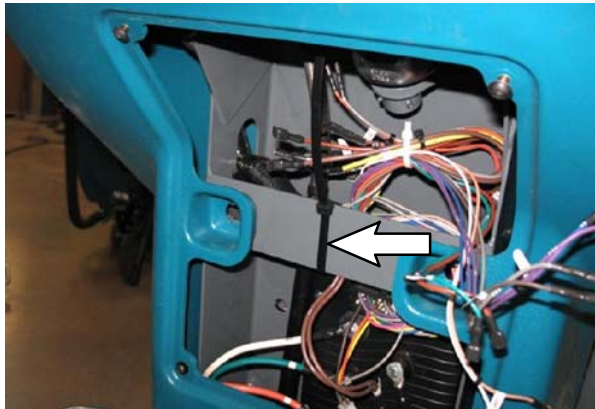

FIG. 53
35. Utilisez un collier de serrage pour fixer le faisceau de câbles sur la traverse supérieure du profilé de montage de direction et écarter le faisceau de câbles de l'arbre de direction. (Fig. 53)